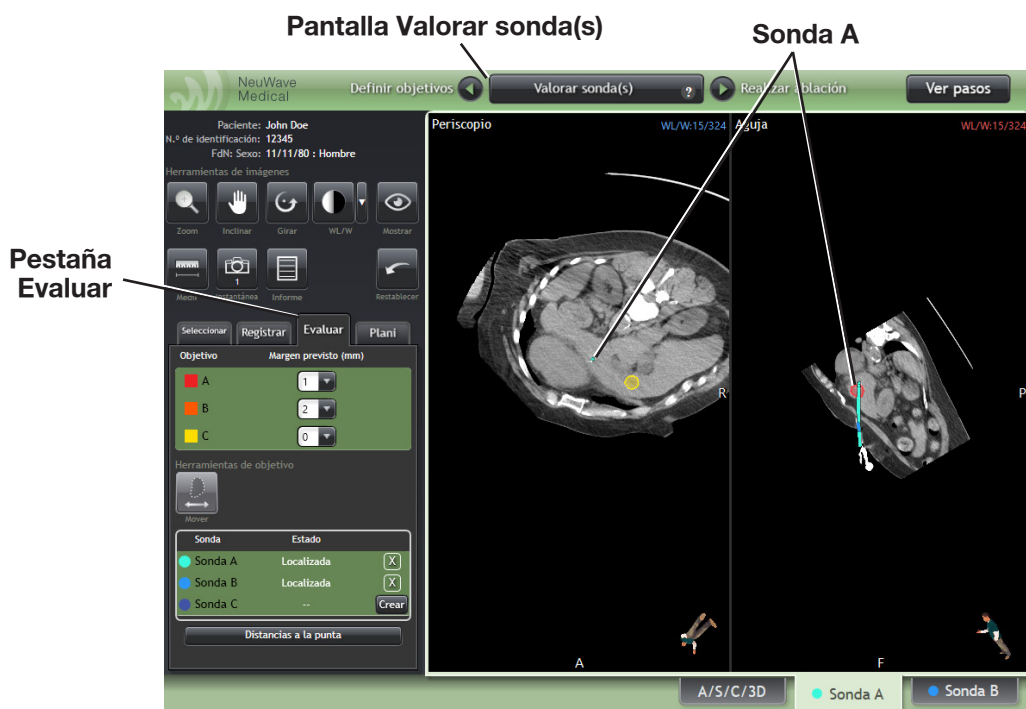

Figura 3-33: Vistas Periscopio y Aguja.
- Haga clic en las pestañas de **Sonda** en la esquina inferior derecha de las vistas de imágenes para examinar objetivos y sondas en modos de visualización especiales. La vista Periscopio que aparece en la parte izquierda de la pantalla de vistas de imágenes le deja ver a través del eje de la sonda (Figura 3-33). La vista Aguja a la derecha ofrece una vista longitudinal de la sonda en el tejido. Haga clic en la pestaña **A/S/C/3D** para volver a la vista normal de 4 imágenes.